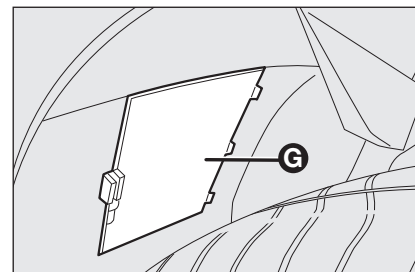

fig. 13
- braquer les roues complètement vers l'extérieur pour rendre la trappe **G-fig. 13** visible, ouvrir celle-ci et dévisser le dispositif de fixation ;